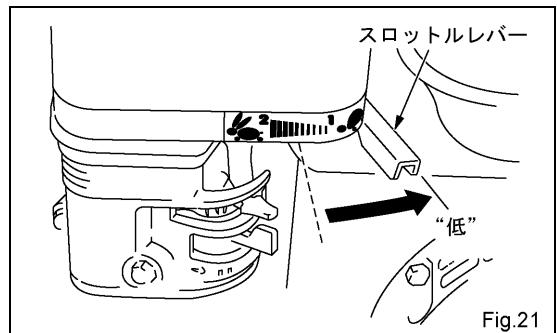

Fig.21
(1) スロットルレバー
- ・スロットルレバーを“低”の位置（矢印の方向）に戻します。(Fig.21)